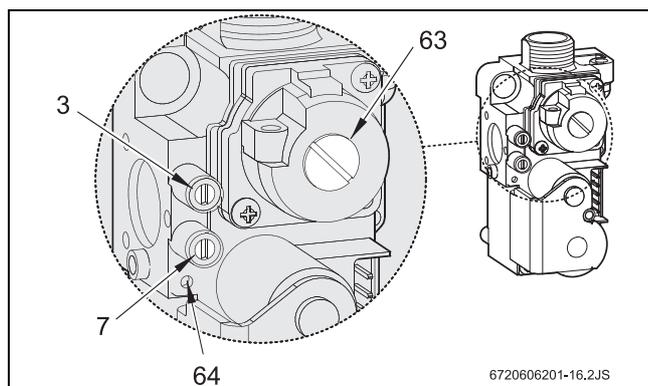

Fig. 23 Bloc de gaz
- ▶ Enlever le bouchon plombé de la vis de réglage gaz (63) (voir Fig. 23).
- ▶ Pour le gaz naturel: régler sur la consommation maximale au niveau de la vis de réglage du gaz (63) (Tab. 8).